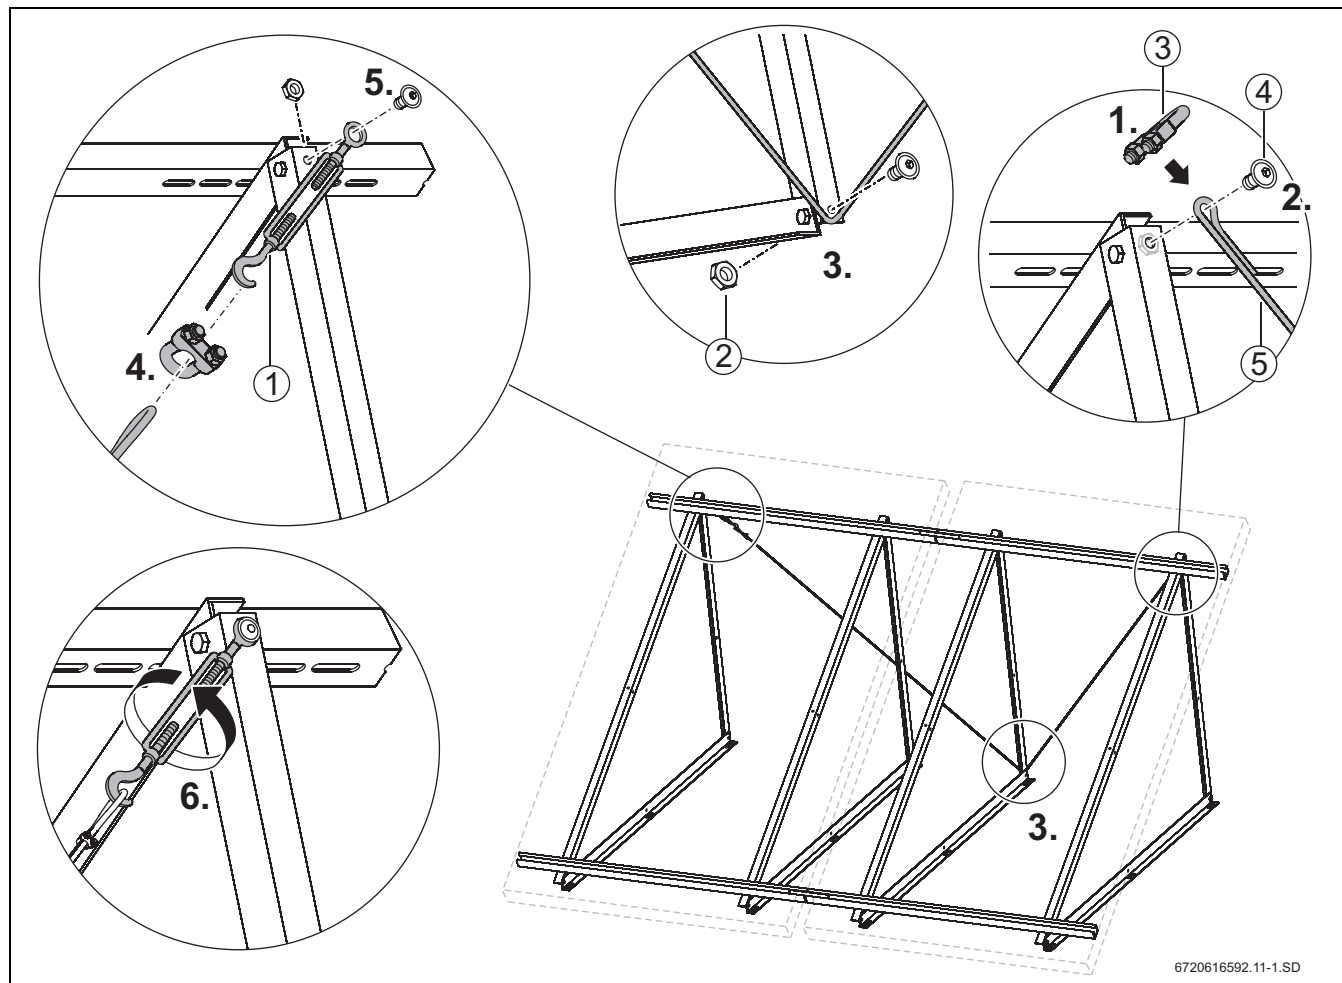

Fig. 24 Colocar el contraviento (cable de metal) siempre en dos captadores verticales
► Apriete bien los tornillos y las tuercas (Fig. 24, Pos. 2).